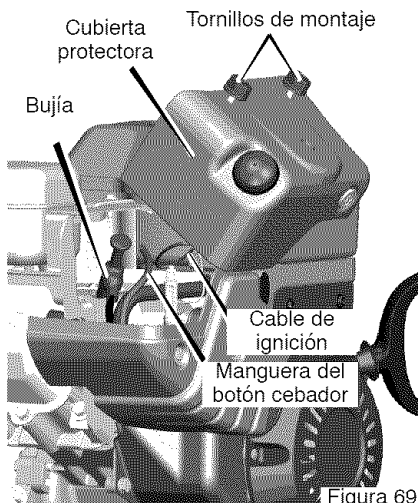

Figura 69
3. Quite los **ornillos de montaje** (Figura 69).
7. Monte la cubierta protectora en el motor y fíjela con los tornillos de montaje (vea la Figura 69).